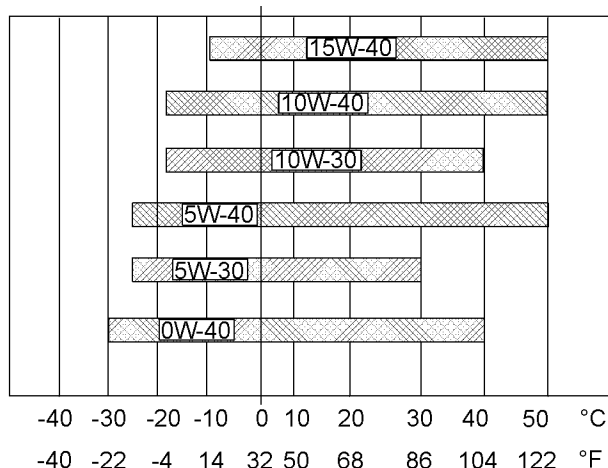

图 31
请参阅图 31 (最低温度) 以确定发动机冷起动时所需要的机油粘度。
请参阅图 31 (最高温度) 以选择发动机在预期的最高环境温度下运行时所需要的机油粘度。
- 请参阅适用的 "机油粘度"。为找到适合您的发动机的机油粘度等级, 请参阅图 31。